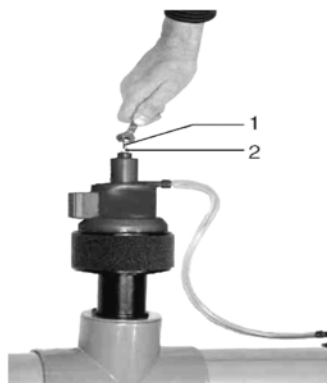

Рисунок 1.42 – Установка величины вакуума
- Ослабить контргайку (2) (рис. 1.42).